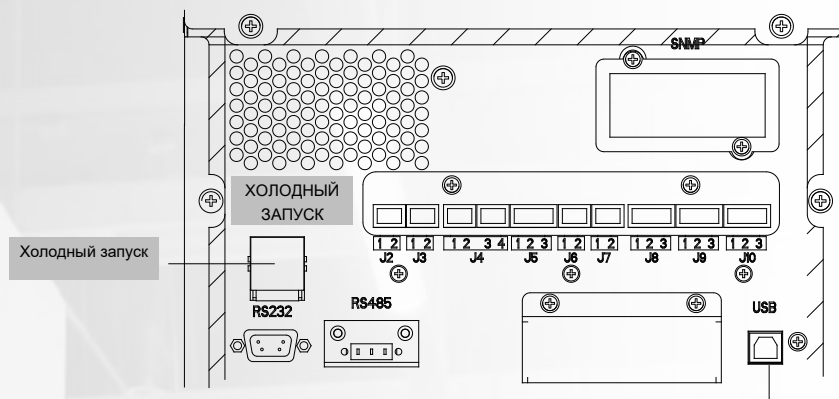

Рис. 5-1 Расположение кнопки холодного запуска от батарей
2. Нажмите красную кнопку для холодного запуска от батарей (см. рис. 5-1).